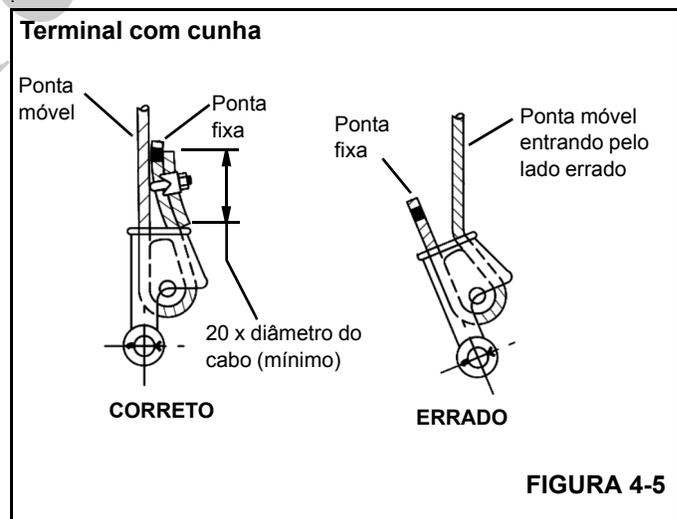

FIGURA 4-5
3. Insira o cabo no terminal, certificando-se de que a ponta móvel Figura 4-5 do cabo está diretamente alinhado às orelhas do terminal e à direção da tração a que o cabo será submetido. Se o cabo for incorretamente carregado no terminal, sob uma carga, o cabo dobrará conforme sai do terminal e a borda do terminal se desgastará no cabo causando danos ao cabo e falhas eventuais.
4. Forme um laço no cabo e passe-o de volta através do terminal deixando que a ponta fixa Figura 4-5 sobressaia do terminal. Verifique se a ponta fixa do cabo tem comprimento suficiente para que seja possível aplicar a amarração da extremidade à ponta fixa após a cunha ter sido assentada.